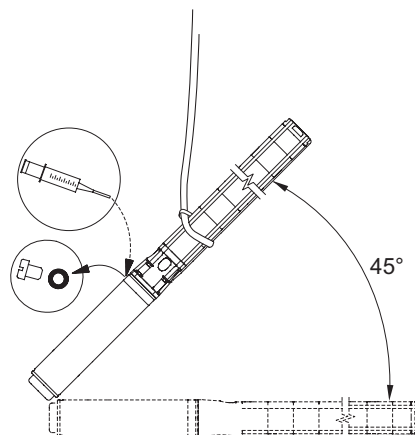

Fig. 3 Pumpplacering under fyllning – MS 6000
- Om motorn levererats från lager, skall vätskenivån kontrolleras, innan motorn monteras på pumpen, se fig. 3.
- Vid service skall vätskenivån kontrolleras, se fig. 3.
1. Placera undervattenspumpen som visas i fig. 3. Påfyllningsskruven skall vara motorns högsta punkt.
3. Pumpa in vätska i motorn med sprutan, fig. 3, tills vätskan rinner över i påfyllningshålet.